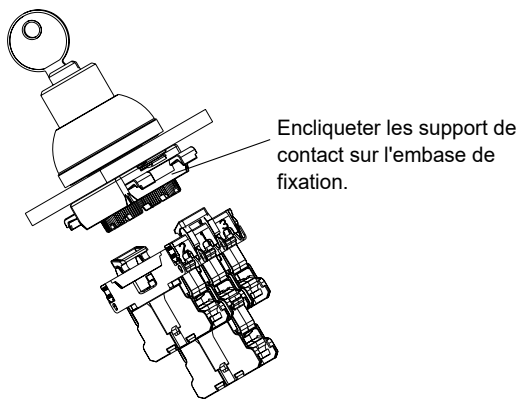

Fig. 3
3. Montage du support de contact préparé sur la bride de montage (Fig. 3): encliquez ensuite le support de contact à un côté de la bride de montage. Répétez ensuite ce processus pour le côté opposé.